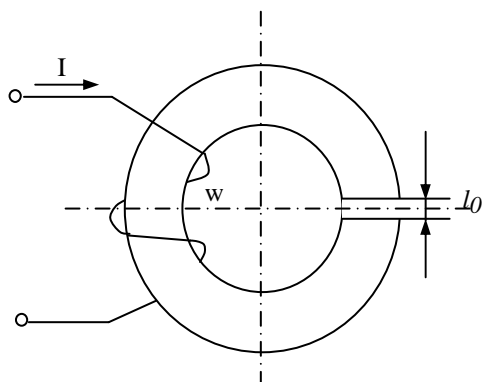

Рис.4.2.1
4.2.1. Определить ток катушки (рисунок 4.2.1), при котором магнитная индукция в воздушном зазоре $B=1,256$ Тл, если $l_0=2$ мм, $\bar{w}=2000$ витков. Поток рассеяния и выпучиванием магнитного потока в воздушном зазоре пренебречь. Принять, что магнитная проницаемость ферромагнитного сердечника $\mu_r=\infty$. Определить индуктивность катушки при условии, что сечение ферромагнитного сердечника